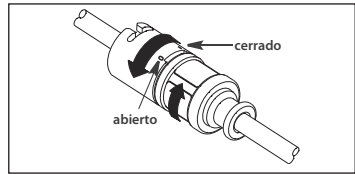

Figura 6
b. Si utiliza un protector de contaminación del catéter con un adaptador TwistLock, gire la mitad superior del conector distal en sentido horario para bloquear el catéter en su sitio. Recoloque el extremo proximal del protector del catéter según desee. Gire las mitades superior e inferior en direcciones opuestas para bloquearlo en su sitio. Pruebe el adaptador tirando suavemente del catéter para asegurarse de que sujeta correctamente el catéter (consulte la figura 6).